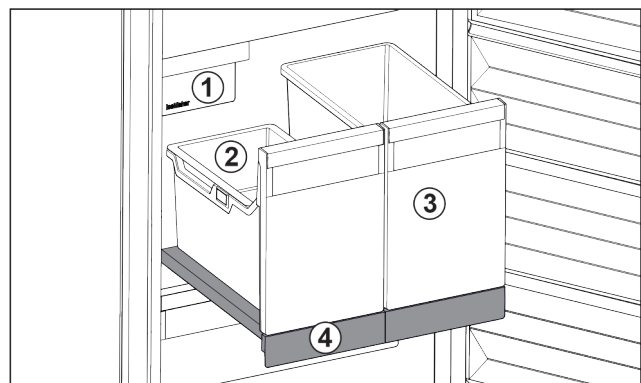

Fig. 32 Выдвижная панель с IceTower
- (2) Подвесной лоток для кубиков льда
- (4) Выдвижная панель
На выдвижной панели находятся два высоких контейнера (IceTower). В контейнере Fig. 32 (2) собираются и хранятся кубики льда из IceMaker. Контейнер Fig. 32 (3) подходит для хранения высоких продуктов, таких, как пицца или алкогольные напитки.